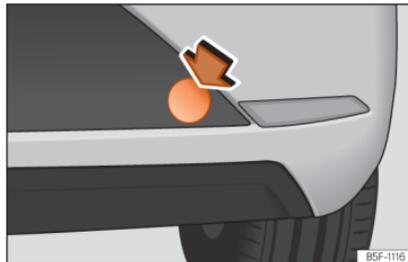

Abb. 102 Hinterer Stoßfänger rechts: Abdeckkappe-Deckel.
- Zum Öffnen der Abdeckung diese im Bereich oben rechts drücken »» **Abb. 102**.